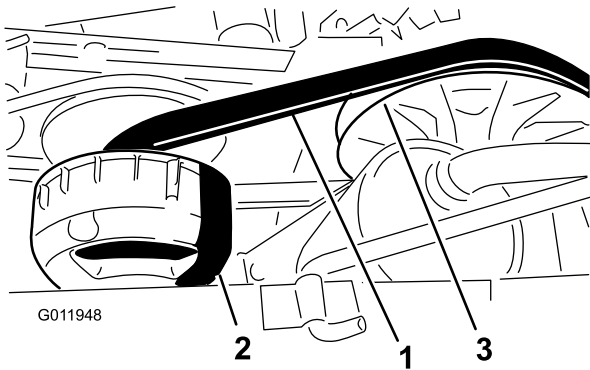

图 66
4. 转动并检查皮带（图 66）是否有过度磨损或损坏的迹象。
3. 转动并将皮带放到副离合器上（图 66）。
4. 从副离合器上卸下皮带（图 66）。
5. 将新皮带放到主离合器上并对齐（图 66）。
6. 转动并将皮带放到副离合器上（图 66）。